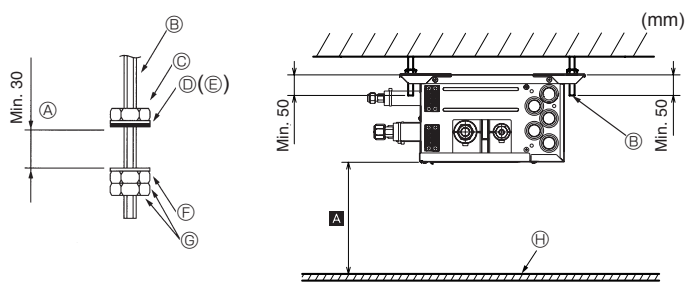

Fig. 6-1
- (2) Fissare rondelle e dadi (①, ②, non in dotazione) sui bulloni di sospensione. (Fig. 6-1)
- (3) Appendere l'unità ai bulloni di sospensione.
- (4) Serrare completamente i dadi (controllare l'altezza del soffitto).
- (5) Usare una livella per regolare in bolla la scatola delle derivazioni.